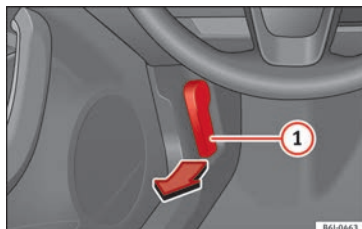

Bild 6 Lossa spaken vid förarens fotutrymme.
- Öppna motorhuv: Dra i spaken under instrumentbrädan »» bild 6 (1).